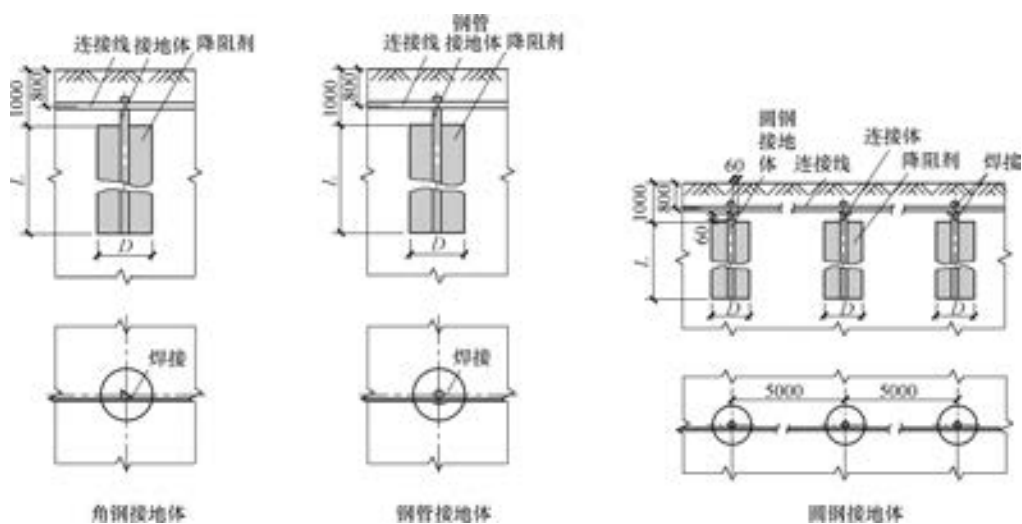

图 5-38 采用化学降阻剂垂直接地体埋地安装图例
17. 采用化学降阻剂垂直接地体的埋地安装 (见图 5-38)